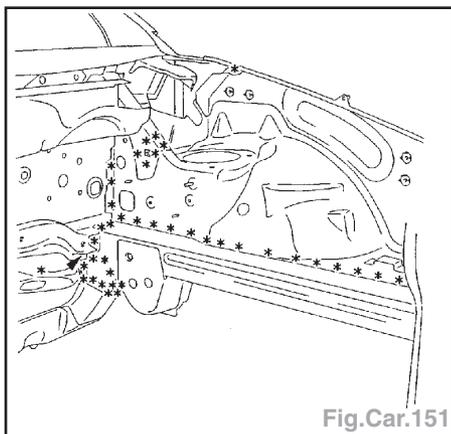

Fig.Car.151
(Fig.Car.151)
- Dégraffer les points à l'aide d'une fraise de Ø 8 mm (Fig.Car.151).
- Dégraffer les points à l'aide d'une fraise de Ø 8 mm (Fig.Car.151 et 152).
- Souder par points électriques (Fig.Car.151)
- Souder par points bouchons MAG (Fig.Car.151).